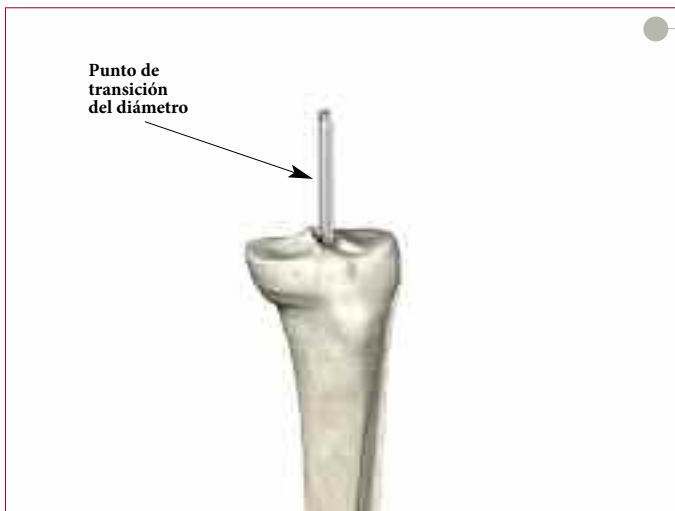

Figura 48
► El diámetro de la porción proximal de las barras intramedulares de 3/8 y 1/4 pulg. de diámetro cambia a 5/16 pulg. Es preciso introducir dichas barras de forma que el punto de transición del diámetro esté dentro del canal intramedular. La barra intramedular de 5/16 pulg. de diámetro puede introducirse y asentarse a cualquier profundidad hasta la marca de referencia en el eje proximal. Después de colocar la barra intramedular, retire el mango en T (**Figura 48**).